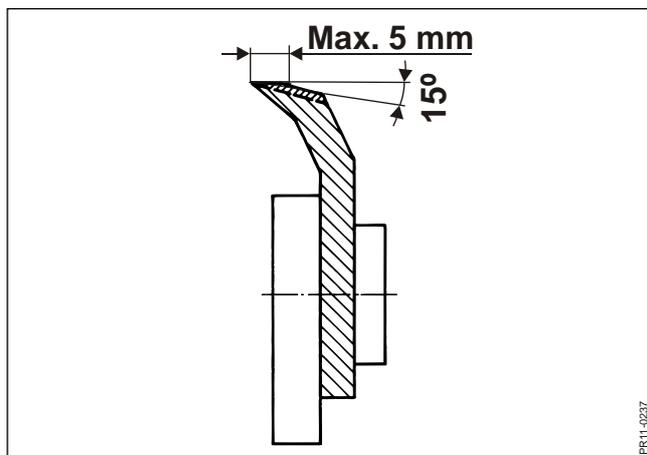

Fig. 4-25
**Fig. 4-25** Para evitar un consumo innecesario de potencia y un desgaste excesivo de la piedra de afilar al trabajar con la cosechadora, es necesario realizar un desbaste o ajuste de las cuchillas si el ancho del filo de corte es de 5 mm o superior. Afíle el borde trasero hasta un ángulo aproximado de 15°.